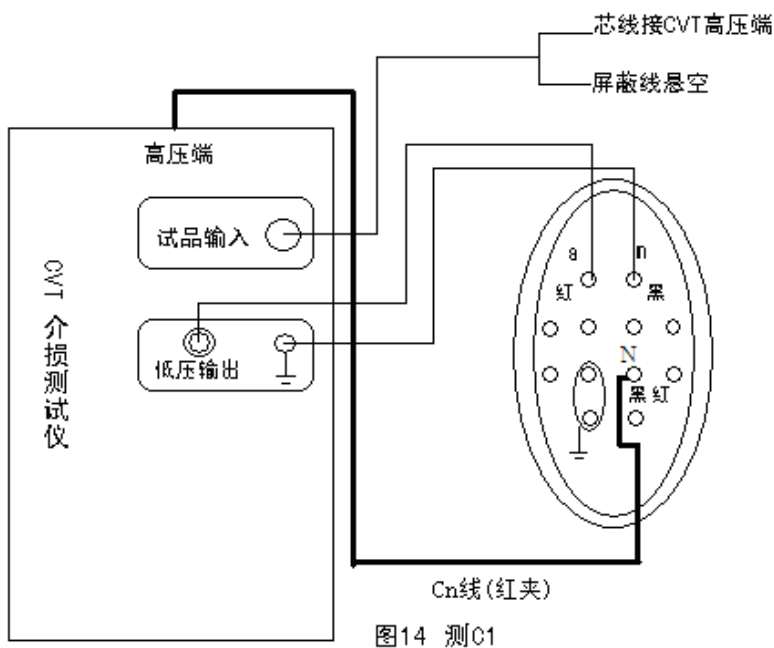

图14 测C1
(2) 测C1：接线见图14，基本操作同测C2。
(3) 注意：只有在CVT测试模式下测C1、C2；在正接或反接法下会损坏CVT!!!